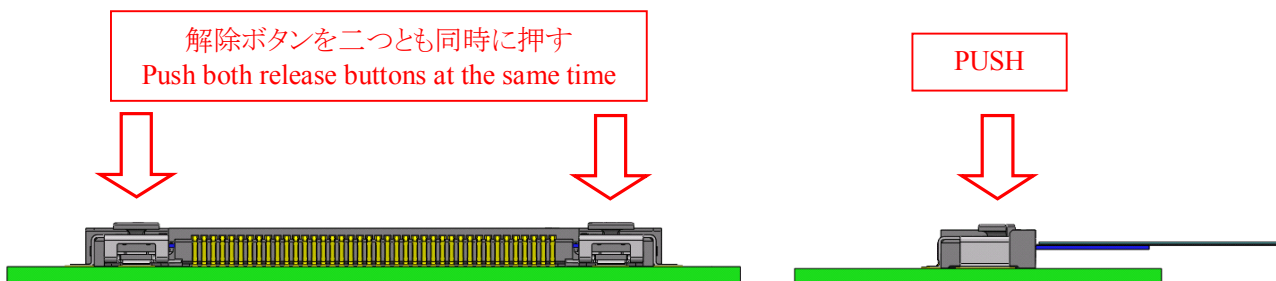

図. 3-1 FFC/FPC 抜去方法 1 / Fig.3-1 FFC/FPC withdrawing method 1
① 図 3-1 の様に、コネクタ上面の解除ボタンを上方から同時に左右二つとも押す。